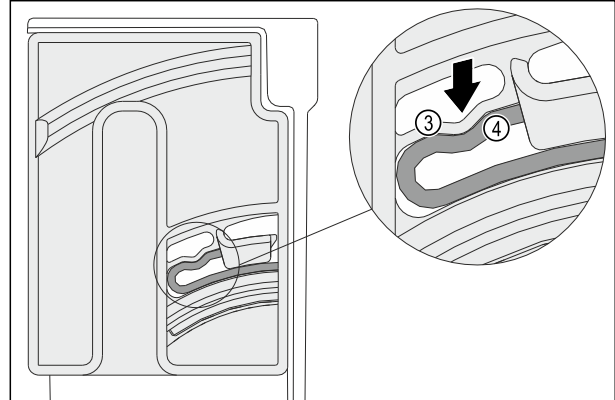

Fig. 150
- Elastisches Element *Fig. 150 (3)* der Dreheinheit rastet hörbar in der Rundform der Rippe *Fig. 150 (4)* ein.